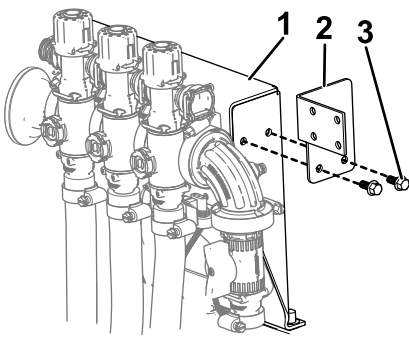

图 17
1. 使用 2 个凸缘头螺栓 1/4 x 5/8 英寸将控制阀支架安装到阀安装座框架上如图 17 所示。